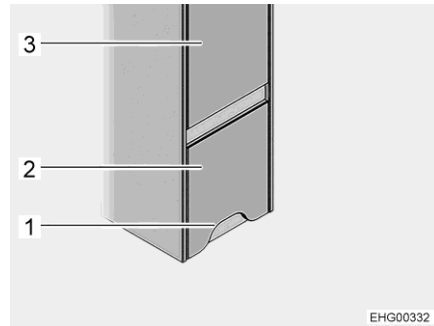
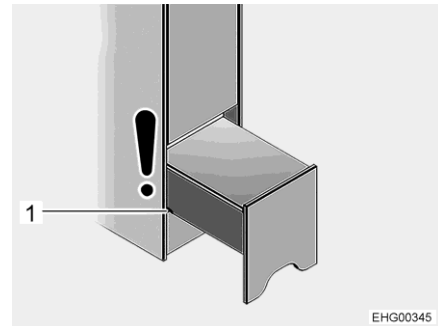

Bild 93 Klättringshjälp (stängd)
Bild 94 Klättringshjälp (nattläge)
Klättringshjälp är installerad på fordonets högra sida under klädskalet (Bild 93,3) framför den bakre sängen.
- ▷ Toalettrumsdörren ligger mitt emot klättringshjälp. Så länge klättringshjälp är endast delvis utdragen ("nattläge", se Bild 94), kan toalettdörren fortfarande öppnas. Om klättringshjälp dras ut helt för att ge åtkomst till förvaringsfacket, kan toalettrumsdörren inte längre öppnas helt.
- Grip tag i klättringshjälpens (Bild 93,2) utsnitt (Bild 93,1), lyft lätt och dra ut till den första skåran (Bild 94,1) (nattläge).